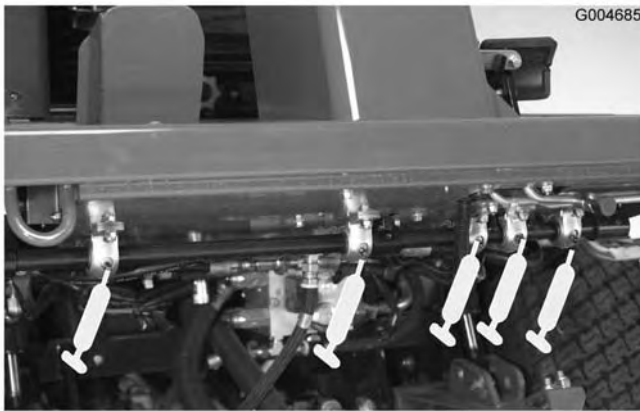

Figura 33
- Cojinetes del pivote del eje de freno (5) (Figura 33)